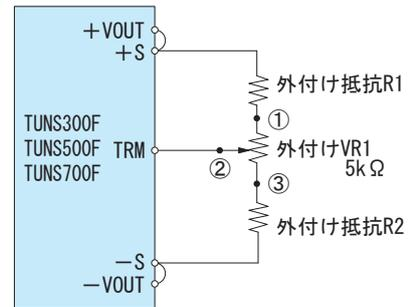

図3.6 外付け部品の接続方法（TUNS300F/TUNS500F/TUNS700F）
- ボリューム（VR1）と抵抗（R1, R2）を図3.6のように接続することで出力電圧を可変できます。
- ボリュームは②-③間の抵抗値が小さくなるように接続すれば、出力電圧は高くなります。